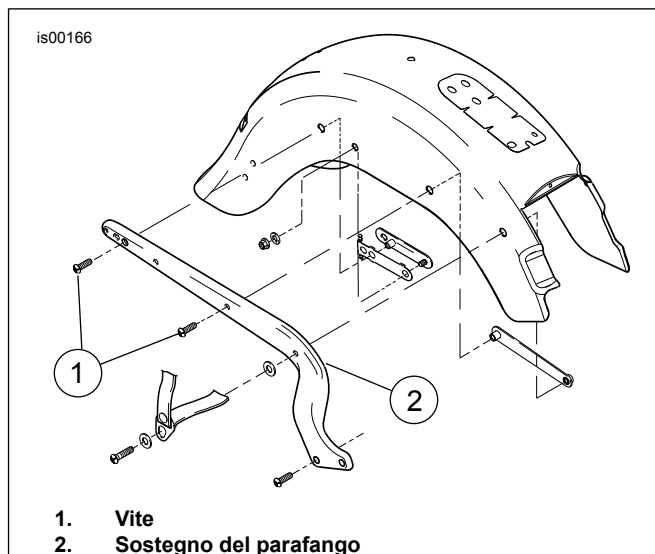
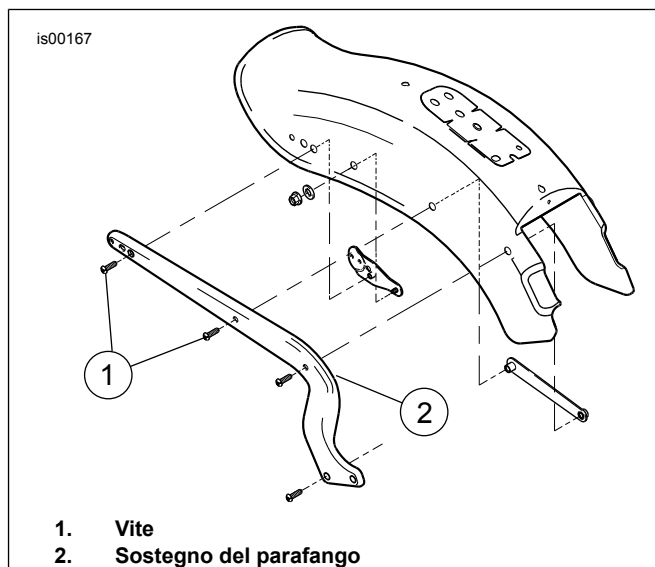

Figura 3. Bulloneria del sostegno del parafango (è rappresentato il modello FLSTF 2006)
Figura 4. Bulloneria del sostegno del parafango (sono rappresentati i modelli FXST/S/B 2006)
1. Vedere Figura 3 e Figura 4. Rimuovere ed eliminare le viti di serie (1) dal sostegno del parafango (2).